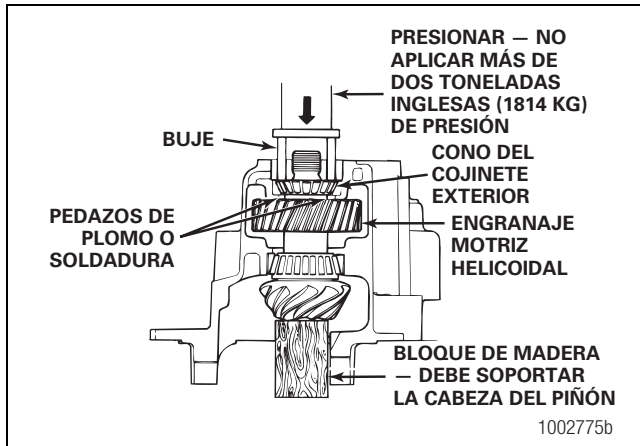

Figura 5.14
12. Retire el soporte de la brida del portador. Coloque un buje en la parte superior del cono del cojinete exterior. Use una prensa para aplicar dos toneladas inglesas (1814 kg) de fuerza al cono del cojinete exterior. La fuerza de la prensa comprime el plomo o soldadura al tamaño correcto. No aplique más de dos toneladas inglesas (1814 kg) de fuerza. Figura 5.14.
18. Use una prensa y buje para instalar completamente el eje motriz helicoidal en el piñón de mando. Use un buje sobre la maza del engranaje que va dentro del hueco para el piñón en el portador. Presione el engranaje en el piñón de mando hasta que el engranaje toque el espaciador. No retire el bloque de madera por ahora. Figura 5.14.